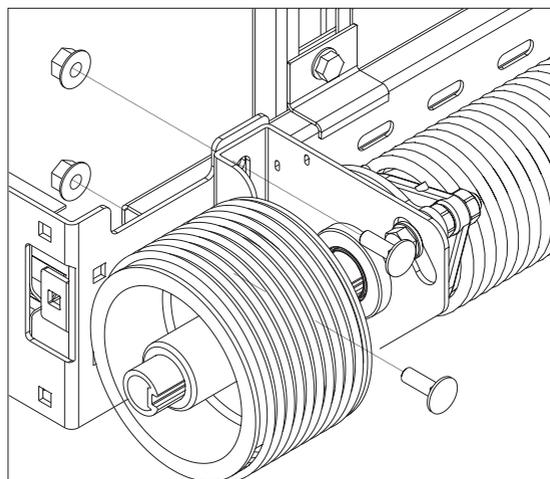

Рис. 23.5
3) монтировать часть вала, устанавливаемую с левой стороны ворот (рис. 23.5):